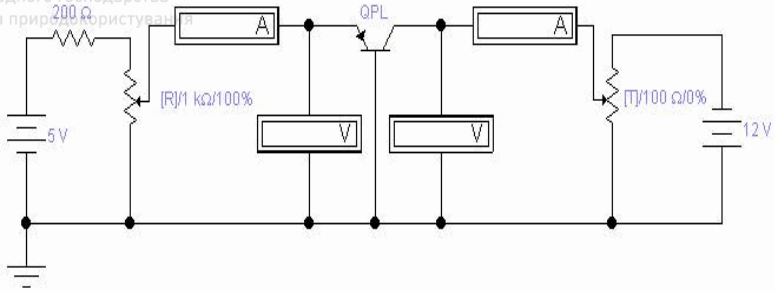

Рис. 9. Схема дослідження параметрів біполярного транзистора.
21. З бібліотеки транзисторів Transistors  розмістити на поле p-n-p транзистор . Зібрати схему для дослідження параметрів транзистора (Рис.9):